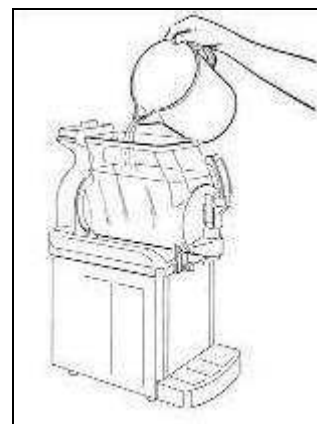

Fig. 11
- Remplir les bacs avec de l'eau tiède (fig. 11) et après avoir placé le couvercle, faire fonctionner le malaxeur pendant quelques minutes.